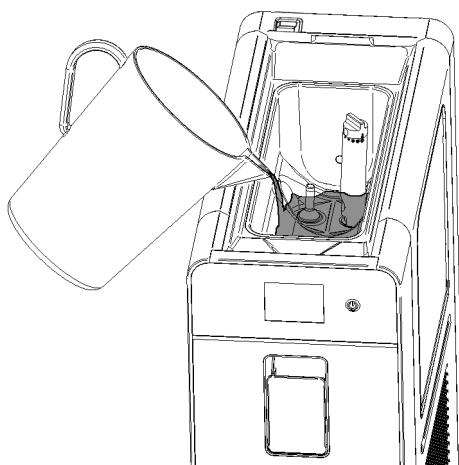

figure 4
- 2** Verser la préparation dans le bac supérieur et attendre que le cylindre se remplisse. Le remplissage est terminé lorsqu'il n'y a plus de bulles d'air qui s'échappent par les trous pratiqués sur le tube de mélange. (voir figure 4)